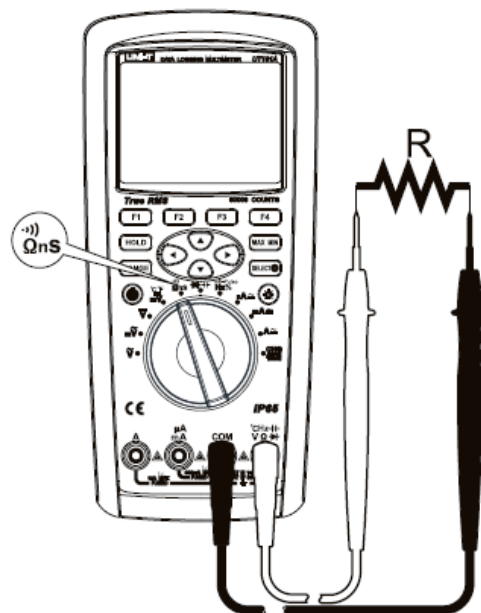

Рисунок 9
6. Измерение сопротивления (рисунок 9)
9. Прозвонка цепей (рисунок 9)